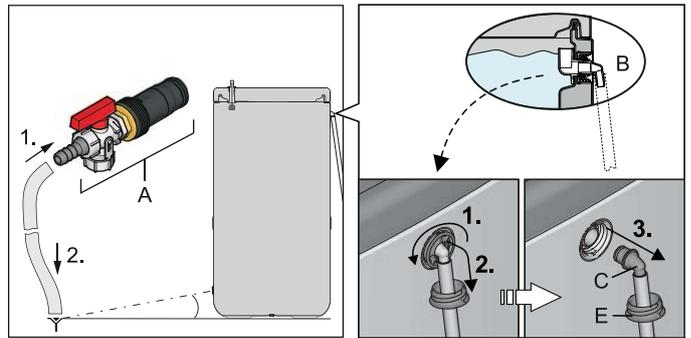
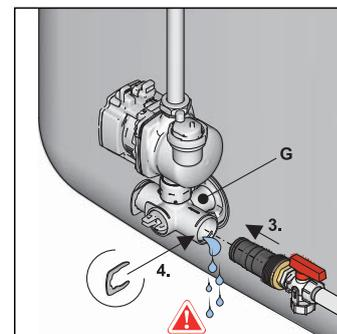

Fig. 6-1 Montar la manguera de desagüe
Fig. 6-6 Montar la conexión de llenado KFE en la escuadra de conexión
- Conectar la manguera de desagüe a la **conexión de llenado KFE (accesorio KFE BA, 16 52 15)** (fig. 6-1, pos. A) y tender hasta un punto de drenaje al menos a nivel del suelo.
Si no hay disponible ninguna **conexión de llenado KFE**, de forma alternativa se puede desmontar y utilizar la pieza de conexión (fig. 6-1, pos. C) del rebosadero de seguridad (fig. 6-1, pos. B).
Tab. 6-1 Leyenda para la fig. 6-1 hasta fig. 6-6
- Colocar la conexión de llenado KFE en la escuadra de conexión y asegurar con grapa de sujeción (fig. 6-6).